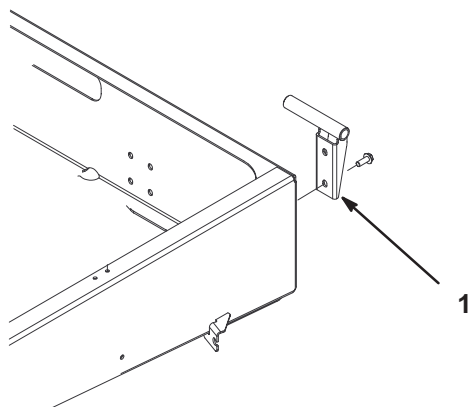

Figura 8
2. Monte o apoio da articulação da mão esquerda no canto esquerdo traseiro do chassis com dois parafusos de cabeça flangeada (3/8 x 1 pol). Posicione o apoio tal como indicado na Figura 8.